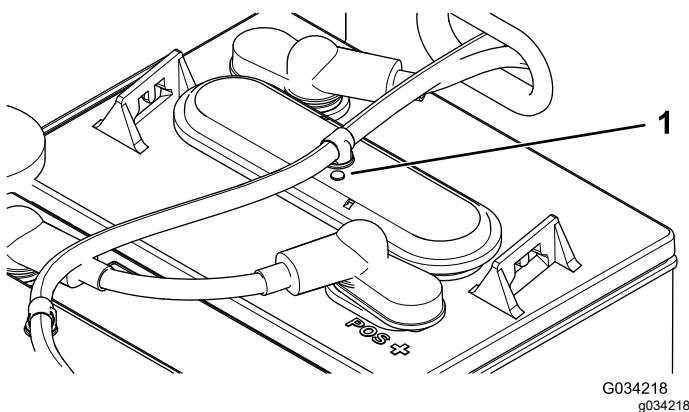

Bild 38
- Prüfen Sie die Augen an jeder Batterie, ob sie schwarz oder weiß sind (**Bild 38**).